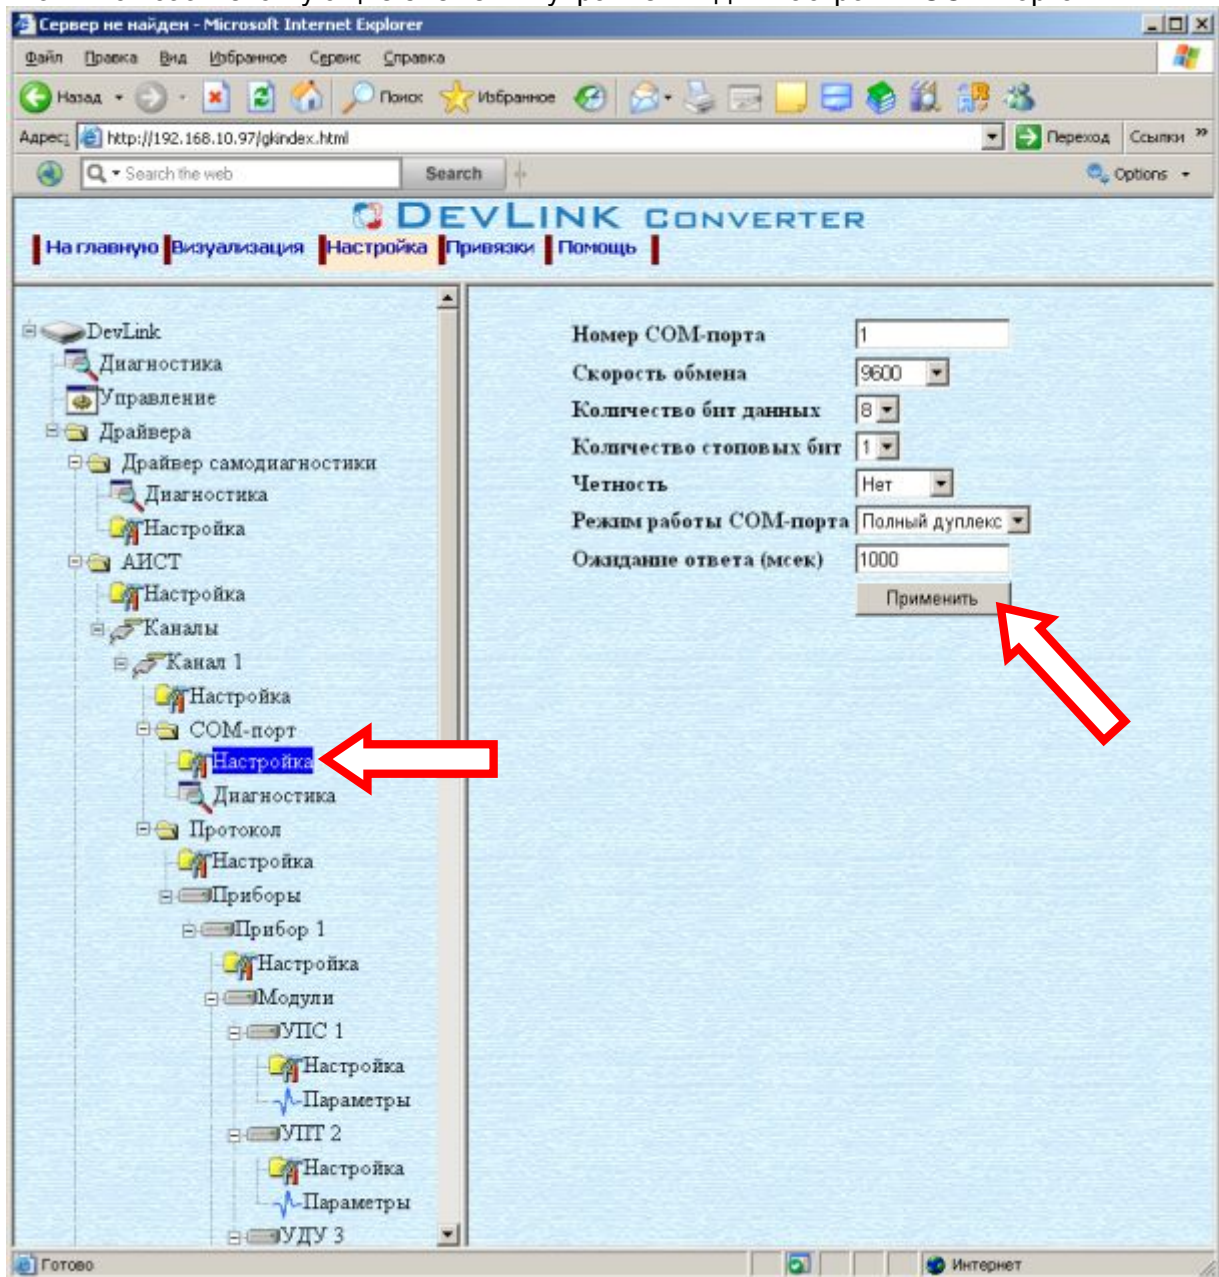

Рисунок 3.8 – Настройка СОМ-порта
- Выберите в дереве объектов папку «Настройка» СОМ-порта нужного канала драйвера (рисунок 3.8). В результате в правом фрейме (фрейм «Настройка») конфигуратора появятся соответствующие элементы управления для настройки СОМ-порта
- Задайте необходимые настройки и для их применения нажмите кнопку «Применить» (рисунок 3.8).